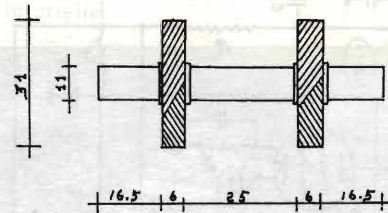

figura 5.
- 8) La gran parte dei condensatori (C9, C12, C13, C16, C18, C19) è contenuta in una scatola metallica (47 x 75 x 110 mm.) fissata sotto il telaio, al centro. (vedi figura 5)
Il restauro (conservativo!) di questo apparecchio non è molto difficile se si è armati di pazienza. In particolare i componenti più soggetti a guasto sono tutti contenuti nella scatola di figura 5 il che, anche se complica un po' le riparazioni, permette di alloggiare ben nascosti i componenti che non siano "datati"3-4.
- 3 Alcuni valori dei condensatori del particolare di figura 5 sono stati dedotti o misurati in quanto lo scatolato in mio possesso è in buono stato (!) e non era il caso di manometterlo.